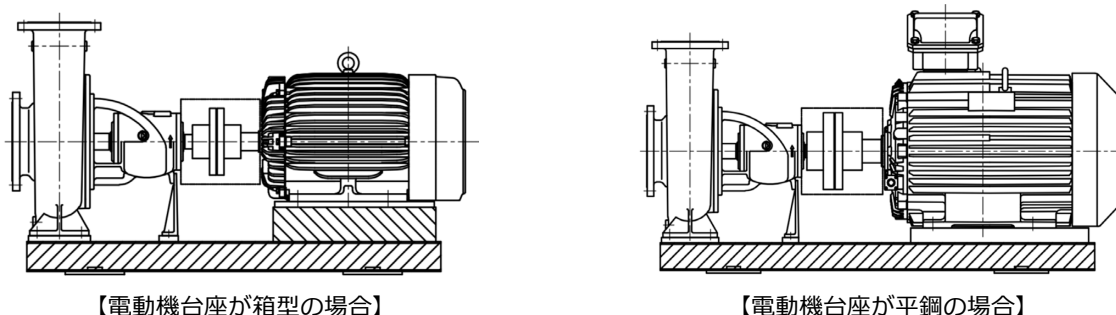

図 2.6-2 モルタル充填範囲
- (2) 適切な型枠を設置しモルタルを充填します。モルタルはベツト内部もしくはテーパライナが埋まるまで充填します。モルタルの充填範囲は図 2.6-2 を参照ください。